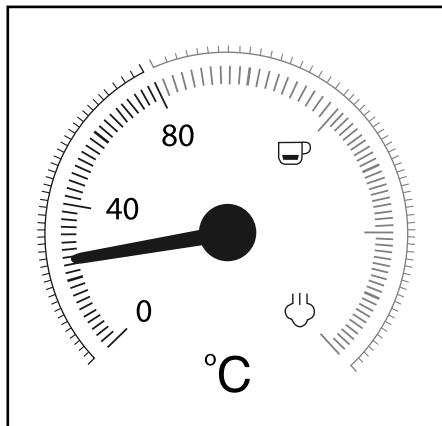

Figure 1
L'affichage de température ② indique le niveau de préchauffe de l'appareil (Figure 1).